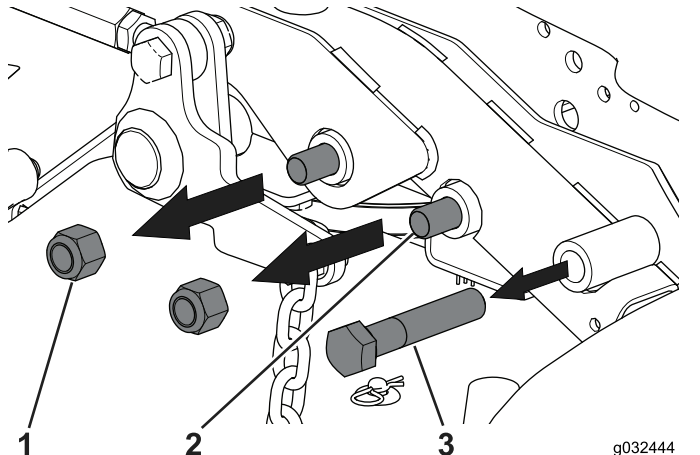
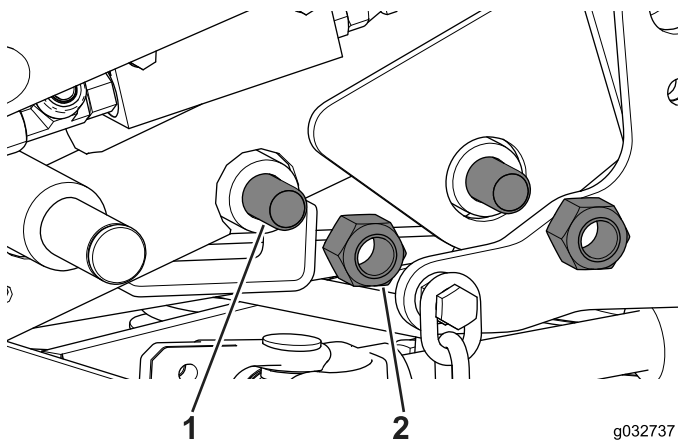

Bild 57
Bild 58
7. Entfernen Sie die Sicherungsmuttern und Schrauben, mit denen der Sommerrahmen am Maschinenrahmen befestigt ist (**Bild 57** und **Bild 58**).